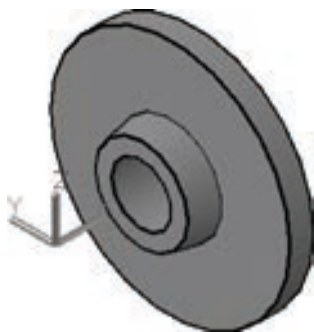

图 10-45 概念视觉样式
7) 指定视觉样式。在“视图”菜单中选择“视觉样式”→“概念”命令，则模型的视觉效果如图 10-45 所示。